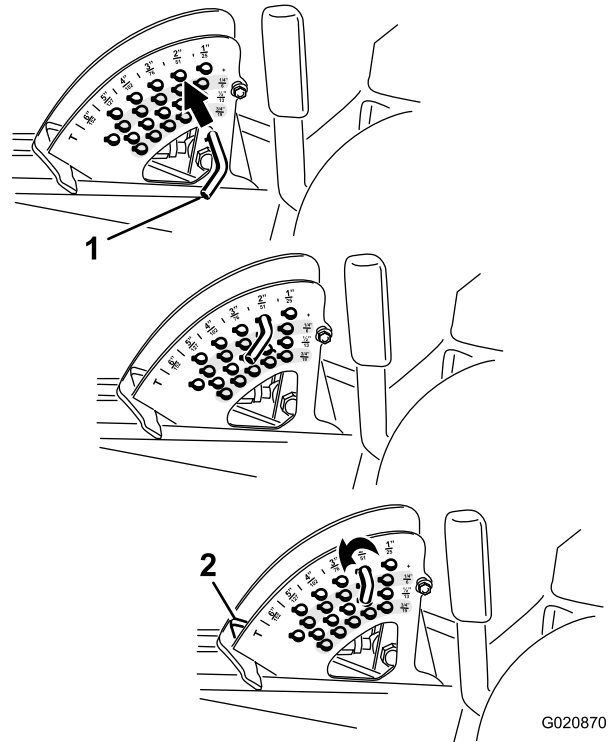

Bild 20
Hinweis: Wenn Sie das Mähwerk in der angehobenen Stellung arretieren möchten, heben Sie das Mähwerk über die 15 cm Stellung an, nehmen Sie den Schnitthöhenanschlagstift ab (siehe Einstellen der Schnitthöhe (Seite 28)) und setzen Sie den Stift in die 15-cm-Schnitthöhenstellung ((Bild 20).
2. Drehen Sie zum Einstellen den Anschlagstift so lange, bis die Linien am Spannstift mit den Schlitzten in den Löchern in der Schnitthöhenhalterung ausgerichtet sind. Nehmen Sie ihn dann ab (Bild 20).
3. Wählen Sie ein Loch in der Schnitthöhenhalterung, das der gewünschten Schnitthöhe entspricht, stecken Sie den Stift ein und drehen Sie ihn ein, um ihn zu arretieren (Bild 20).
Hinweis: Es gibt vier Reihen der Lochpositionen (Bild 20). Die oberste Reihe ergibt die Schnitthöhe, die über dem Stift steht. Die zweite Reihe ergibt die Schnitthöhe plus 6 mm. Die dritte Reihe ergibt die Schnitthöhe plus 12 mm. Die unterste Reihe ergibt die Schnitthöhe plus 18 mm. Für die Stellung von 15,8 cm gibt es nur ein Loch, das in der zweiten Reihe ist. Mit diesem Loch werden nicht 6 mm den 15,8 cm hinzugefügt.